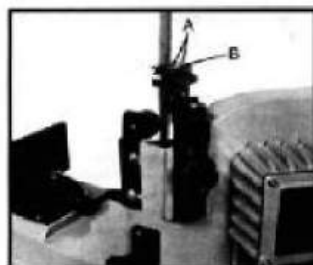

Fig.1
3. Odkręć dwie śruby (A.Rys. 1) i zdejmij płytkę deflektora (B).